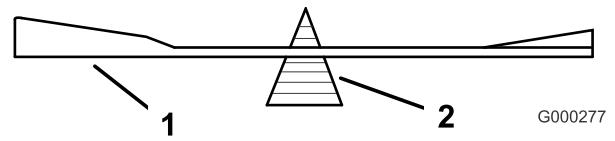
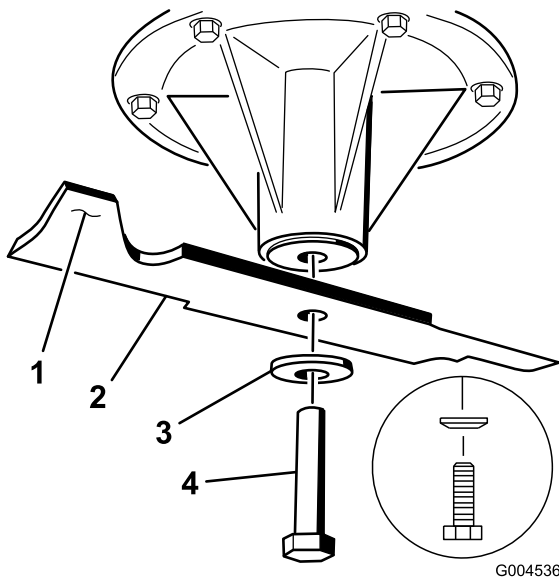

Figura 101
Figura 102
2. Verifique el equilibrio de la cuchilla colocándola sobre un equilibrador de cuchillas (Figura 101). Si la cuchilla se mantiene horizontal, está equilibrada y puede utilizarse. Si la cuchilla no está equilibrada, rebaje algo el metal en la parte de la vela solamente (Figura 102). Repita este procedimiento hasta que la cuchilla esté equilibrada.
1. Instale las cuchillas izquierda y central, las arandelas curvas y los pernos de las cuchillas en los ejes (Figura 102 y Figura 103).
Nota: Asegúrese de que el cono de la arandela curva está orientado hacia la cabeza del perno (Figura 102).
2. Instale la cuchilla derecha, la arandela curva y el perno de la cuchilla (perno con rosca a izquierdas) en el eje (Figura 102 y Figura 103).